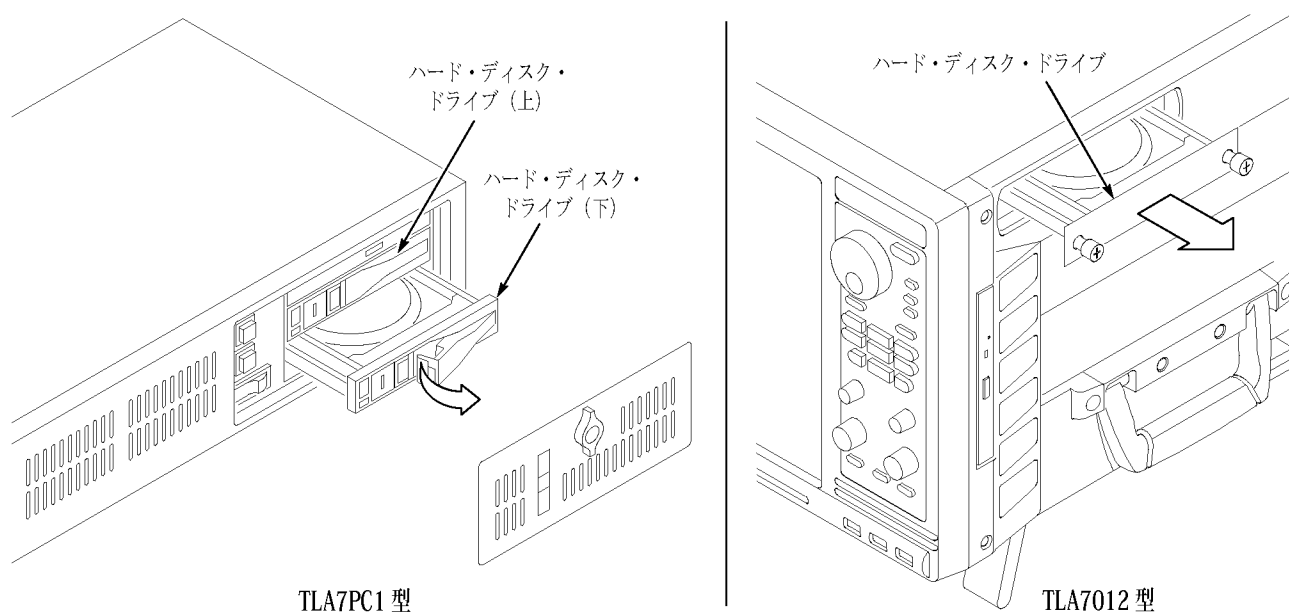

図 47: リムーバブル・ハード・ディスク・ドライブへのアクセス
3. レバーを引くか (TLA7PC1)、または固定用のネジを外します (TLA7012)。(図 47 参照)。